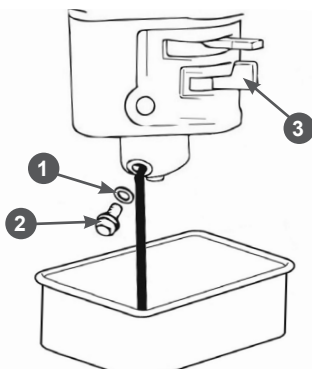

Рис. 25. Обслуживание карбюратора
1. Установите под карбюратор подходящую емкость (Рис. 25).
2. Установите рычаг топливного крана 3 в положение «ЗАКРЫТО» (Рис. 25).
3. Открутите болт 2 сливного отверстия и слейте топливо из поплавковой камеры карбюратора в подготовленную для этого ёмкость (Рис. 25).
1. Слейте топливо из топливного бака и карбюратора (Рис. 25).